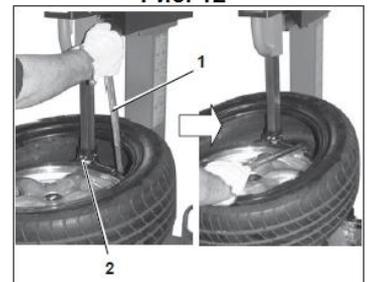

Рис. 13
- 7) Установить положение стойки согласно главы 3. С помощью монтажки наденьте резину на специальный инструмент 2 (Рис. 13).